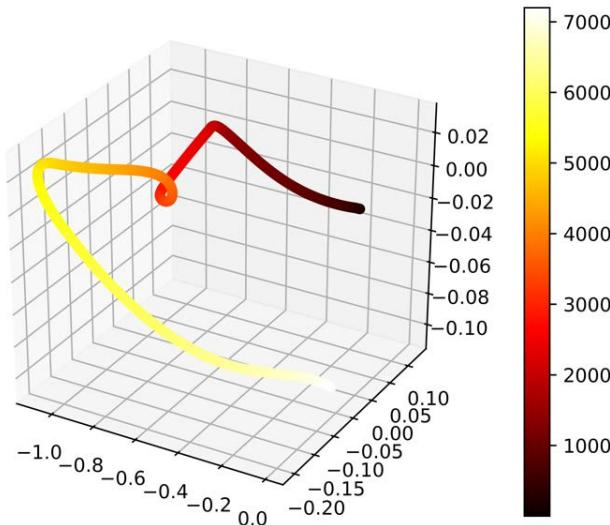

图 11: 飞行器质心变化曲线图
(2) 质心变化曲线: 已知质心为三维空间的点, 又因质心随着时间的变化而变化。因此, 为展示质心变化曲线, 需要四维立体空间。本文求解得到的质心变化曲线, 如图 11 所示。其中横坐标为  $x$  轴, 纵坐标为  $y$  轴, 坚直方向为  $z$  轴, 第四维使用颜色的深浅来表示时间  $t$  的推移。当  $t = 1$  时颜色最深 (黑色),  $t = 7200$  时颜色最浅 (白色)。
同时, 通过观察供油速度和俯仰角数据, 可以看到它们每秒的变化量都很小, 并呈现一定的连续性, 从而可以推断质心的分布必然也是近似连续的。本文提供的质心变化曲线图(图 11)的连续性也在这个意义上验证了我们方法的正确性。